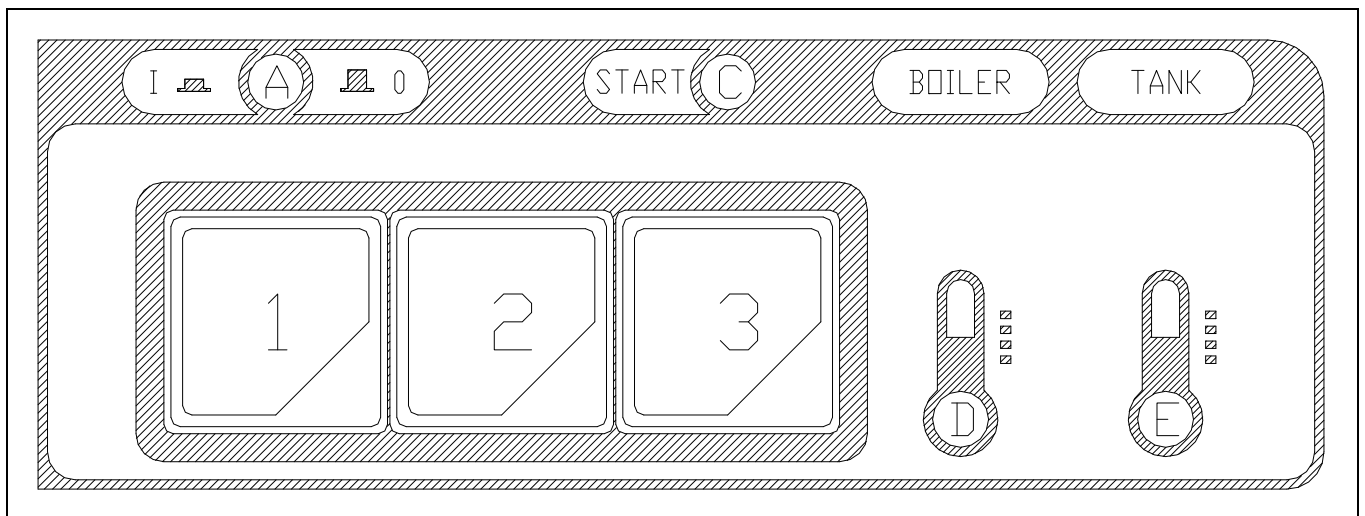

Fig. 3-2
- A riempimento avvenuto, aprire la porta (I) e introdurre il detersivo (ca. 2 gr. Per litro di capacità della vasca). Inserire il cesto (L) carico e chiudere la porta (I). A questo punto premere il pulsante START (3) (almeno per 2 secondi) e avrà inizio il ciclo di lavoro visualizzato dalla lampada spia (C): la fine del ciclo coincide con lo spegnimento di questa spia. Alla fine del ciclo (lavaggio+risciacquo caldo), premendo il tasto (2), può essere effettuato un risciacquo alla temperatura di alimentazione. Il tempo di durata di questa fase è di 20 secondi; durante questa fase lampeggerà il led (C). Per spegnere la macchina si dovrà disinserire l'interruttore (1) portandolo nella posizione (0) spia (A) spenta. (fig.3-2÷3-3).
- When the water intake cycle is complete, open the door (I) and add detergent (about 2 g. per litre of tank capacity). Position the full basket (L) and close the door (I). Now press the START button (3) (at least for 2 seconds) and the wash cycle displayed by light (C) will start. When the cycle is over, this light goes out. When the button (2) is held down at the end of the cycle (washing+hot rinse) a rinse can be carried out at the temperature of the input water. The duration of this phase is 20 seconds; during the cycle the led (C) flashes. To turn off the appliance, turn the switch (1) to 0. Light (A) indicates the appliance is off (fig.3-2÷3-3). *Add detergent every 5 - 6 wash cycles.*
N.B.: *It is recommended to start the wash cycle when both light of the heating elements, boiler (D) and tank (E) are off, as indicated at point 3.1 Start up.*
- Nach erfolgter Füllung die Tür (I) öffnen und das Spülmittel einfüllen (ca. 2g/l Fassungsvermögen des Spülbehälters) Den gefüllten Geschirrkorb (L) einsetzen und die Tür (I) schließen. Nun die START-Taste (3) mindestens 2 Sekunden lang drücken, und das Spülprogramm beginnt, die Kontrolllampe (C) leuchtet auf und am Programmende erlischt die Kontrolllampe. Am Ende des Spülgang (Spülen+warmes Nachspülen) der Taste (2) kann ein Spülgang bei der Temperatur des Zulaufwassers durchgeführt werden. Diese Phase dauert 20 Sekunden. Während der ganzen Zyklusdauer blinkt die Led - Anzeige (C). Um das Gerät auszuschalten, muß der Schalter (1) auf die Position 0 gestellt werden, die Kontrolllampe (A) erlöscht (fig.3-2÷3-3).
- Lorsque le remplissage est terminé, ouvrir la porte (I) et verser le déterfif (environ 2 g pour chaque litre remplissant la cuve). Introduire le panier (L) plein et fermer la porte (I). A ce stade, presser le bouton-poussoir START (3) (au moins 2 secondes) et le cycle de fonctionnement commencera, visualisé par la lampe-témoin (C). La fin du cycle coïncide avec l'extinction de ce voyant. A la fin du cycle (lavage+rinçage chaud), en gardant la touche (2) enfoncée, on peut faire un rinçage avec une eau ayant la température d'arrivée. Cette phase dure 20 secondes. Au cours de cette phase, le voyant (C) clignote. Pour arrêter la machine, il faudra débrancher l'interrupteur (1) en le ramenant sur la position 0: lampe-témoin (A) (fig.3-2÷3-3). *Ajouter du déterfif tous les 5 ou 6 lavages.*
N.B.: *Nous conseillons de faire démarrer le cycle d'usinage quand les deux voyants des éléments chauffants du boiler (D) et de la cuve (E) s'éteindront comme indiqué au point 3.1 Démarrage.*
- Después del llenado, abra la puerta (I) y vierta el detergente (2 gramos aproximadamente por litro de capacidad de la cuba). Introduzca el cesto (L) carga y cierre la puerta (I). Pulse ahora START (3) (al menos durante 2 segundos) para arrancar el ciclo de trabajo: se enciende la luz testigo (C), que se apagará al final del ciclo. Al final del ciclo (lavado+enjuague caliente), pulsar la tecla (2), se puede hacer un enjuague a la temperatura del agua de alimentación. La duración de esta fase es de 20 segundos. Durante este ciclo el led (C) funciona intermitentemente. Para apagar la máquina desconecte el interruptor (1): posición 0, luz testigo (A) apagada (fig.3-2÷3-3).
- Após o enchimento abrir a porta (I) e adicionar o sabão (cerca de 2 gramas para cada litro de capacidade da máquina). Colocar o cesto (L) cheio com a louça e fechar a porta (I). A partir deste ponto, acionar o botão START (3) (pelo menos por 2 segundos) e iniciar o ciclo de lavagem, cujo funcionamento será indicado pela luz (C); ao final do ciclo a luz anteriormente indicada se apagará. No fim do ciclo, acionar o botão (2), é possível efetuar um enxágue à temperatura da água de alimentação. O tempo de duração desta fase é de 20 segundos. Durante esta operação o led (C) lampeja. Para desligar a máquina basta acionar o interruptor (1) até a posição 0 e assim a luz (A) se apagará.(fig.3-2÷3-3)